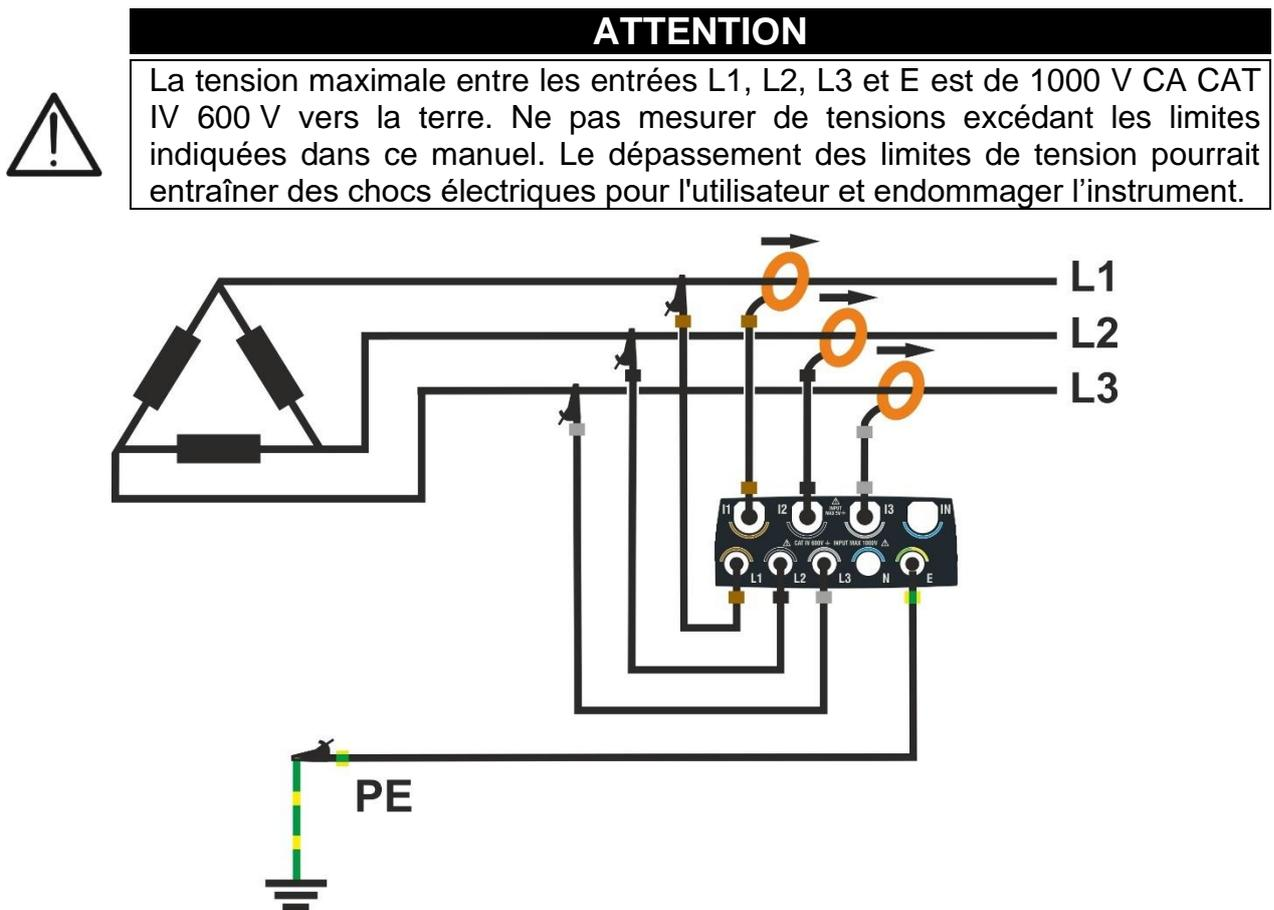

Fig. 66: Raccordement de l'instrument dans un système Triphasé 3 fils
2. Brancher les câbles de tension sur les conducteurs L1, L2, L3 et PE comme indiqué à la Fig. 66. **Vérifier à l'écran l'indication « 1-2-3 » relative au sens cyclique correct des phases** (voir § 5.1.1)